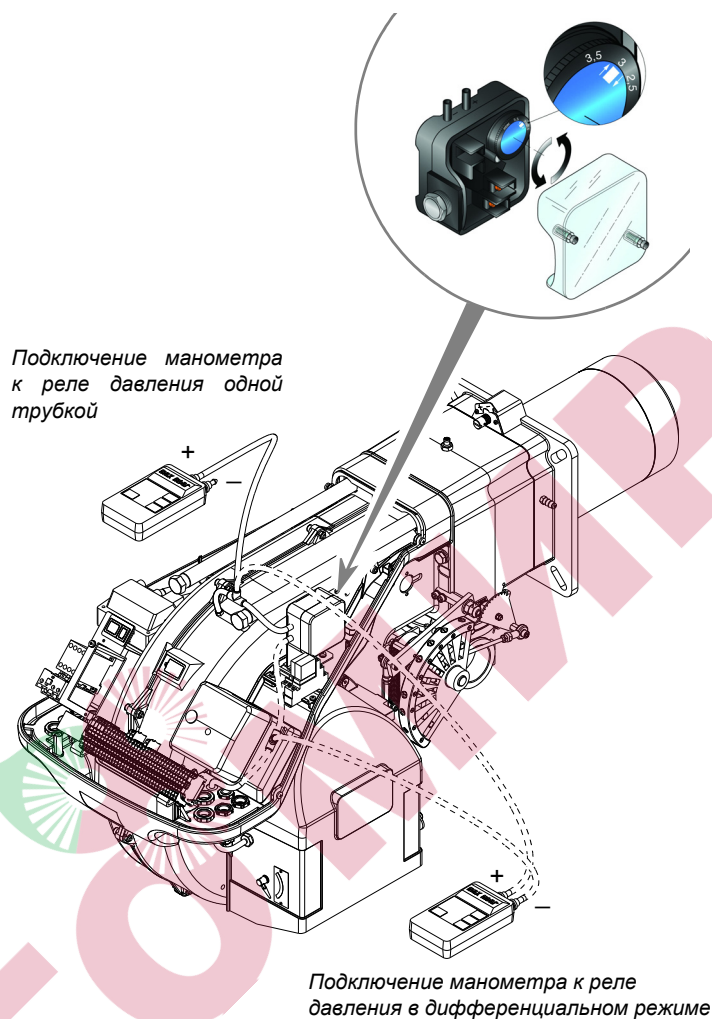

рис. 33
- Настройте реле давления воздуха после выполнения всех остальных регулировок горелки, установив реле давления воздуха в положение начала шкалы (рис. 33).
Во время этих операций может оказаться полезным измерить давление воздуха с помощью манометра. Схема подключения манометра показана на рис. 33. В стандартной конфигурации реле давления воздуха подключено одной трубкой. Обратите внимание на наличие Т-образного соединения, не входит в комплект поставки. В некоторых случаях при сильном разрежении реле давления невозможно тестировать. В этом случае необходимо подключить реле давления другим способом, установив вторую трубку между реле давления воздуха и патрубком всасывающей магистрали вентилятора.